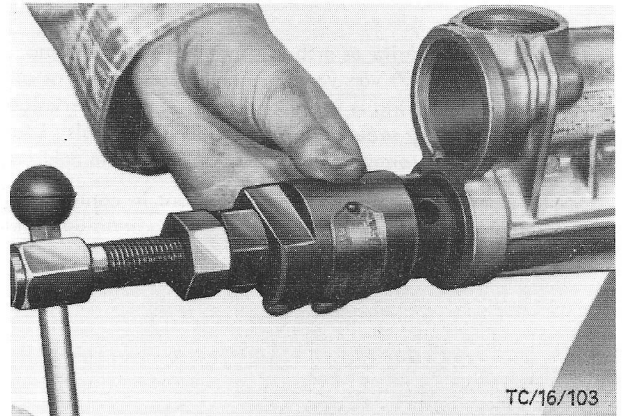

Fig.44 Oliekeerring met Speciaal Gereedschap 16-006 uittrekken.
9. Trek de oliekeerring met Speciaal Gereedschap 16-006 uit het staartstuk (fig.44).